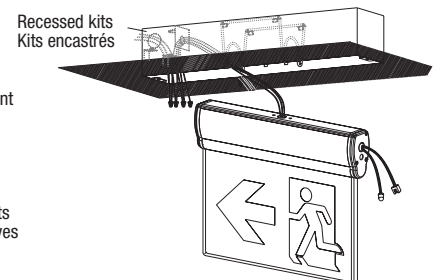
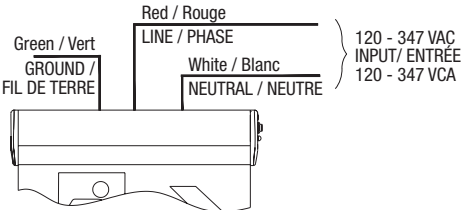
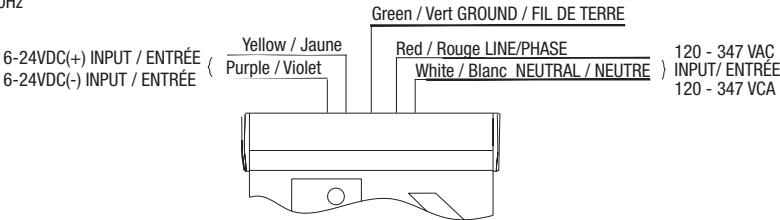

Fig. 8h
Fig. 9a
Fig. 9b
8. Feed AC wires from the fixture inside of the junction box, make proper electrical connections at junction box in the metal housing, refer to "ELECTRICAL CONNECTIONS" (Fig. 9a, Fig. 9b).
- * For Self-powered variants: Connect battery connector before connecting AC power (Fig. 9a). Restore junction box cover after wire connections, insert one side first and snap in another side (Fig. 8h).
9. Insert the fixture into the metal box and snap by spring, connect test switch, assemble LED indicator on bushing at trim plate. Fix the trim plate on the metal box by 2 screws (Fig. 8h).
8. Acheminer les fils CA de l'unité à l'intérieur de la boîte de jonction, effectuer les connexions électriques appropriées au niveau de la boîte de jonction dans le boîtier métallique, voir "CONNEXIONS ÉLECTRIQUES" (Fig. 9a, Fig. 9b).
- * Pour les variantes auto-alimentées : Brancher le connecteur de la batterie avant de brancher l'alimentation en courant alternatif (Fig. 9a). Remettre en place le couvercle de la boîte de jonction après les connexions des fils, en insérant d'abord un côté, puis en enclenchant l'autre côté (Fig. 8h).
9. Insérer l'unité dans la boîte métallique et enclencher le ressort, connecter l'interrupteur de test, assembler le voyant DEL sur la douille de la plaque de finition. Fixer la plaque de finition sur le boîtier métallique à l'aide de 2 vis (Fig. 8h).